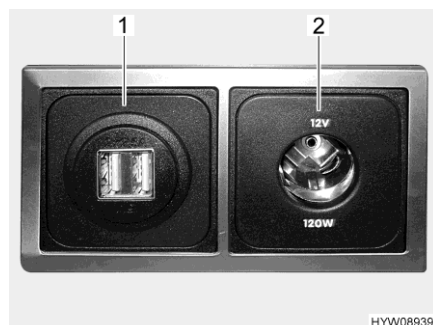

Fig. 69 Combinación de puerto USB y caja de enchufe de 12 V (ejemplo)
**Puerto USB** En el puerto USB (Fig. 69,1), se podrá cargar las baterías de aparatos de una corriente de carga de hasta 2,5 A.
**Caja de enchufe de 12 V** En la caja de enchufe de 12 V (Fig. 69,2) se podrá conectar aparatos de un consumo de corriente de hasta 10 A (corresponde a una potencia de 120 W).